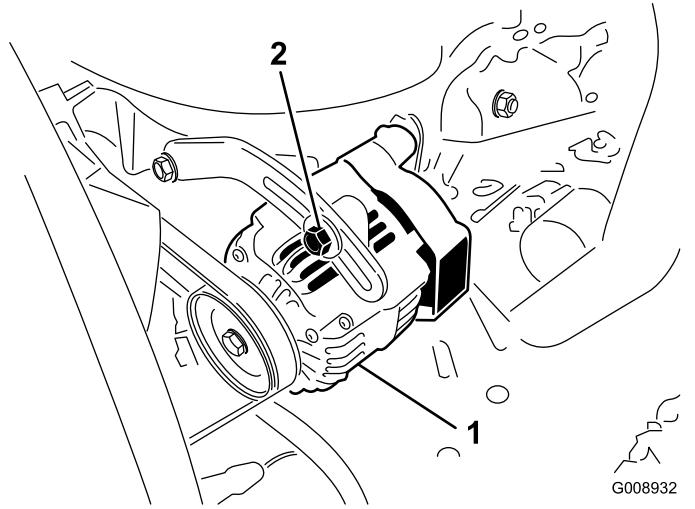

図 78
オアウタネータのベルト図 78 は100運転時間ごとに点検します。
2. たわみが 10 mm でない場合には、オルタネータ取り付けボルトをゆるめる図 78。